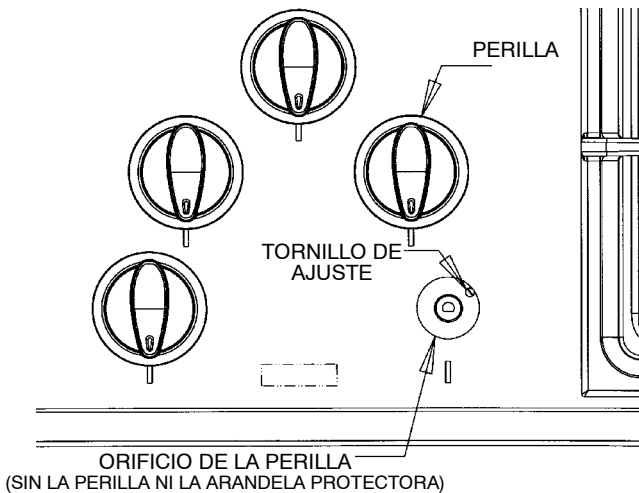

FIGURA 11
C. AJUSTE DE LA LLAMA BAJA (Vea la figura 11)
3. Encuentre el tornillo de ajuste de la válvula. Vea la figura 11.
4. Encuentre el tornillo de ajuste de la válvula. Vea la figura 11.